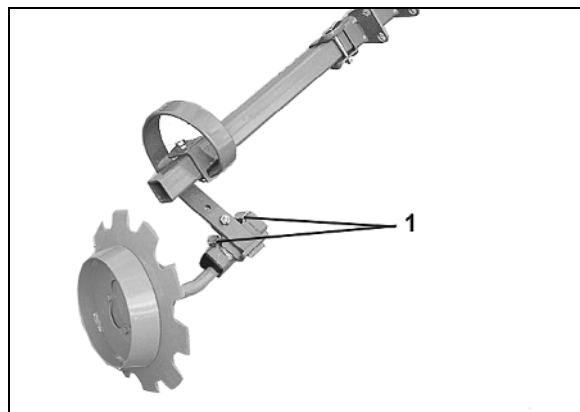

Рис. 110
1. Открутите оба болта (Рис. 110/1).